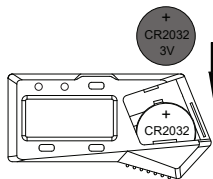

Abb. 2
- Legen Sie die CR2032-Batterie in das Batteriefach ein, die positive Seite der Batterie (+) sollte nach außen zeigen.(Abb.2)